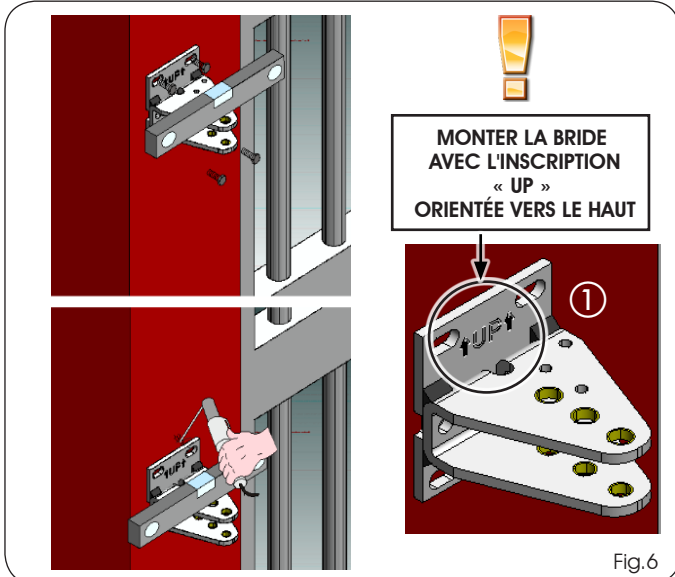

Fig.6
1. Fixer, en vérifiant sa parfaite horizontalité, la fixation arrière au pilier par le biais d'une soudure ou de vis adaptées, de tasseaux / inserts filetés, en respectant les cotes indiquées dans le tableau 1. (La fixation arrière ne doit jamais être coupée, et doit être placée avec l'inscription « UP » orientée vers le haut comme sur la figure 6 réf. ①)